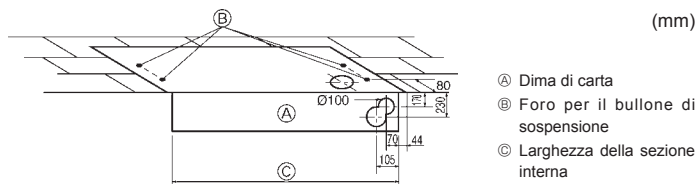

Fig. 3-3
3) Selezione dei bulloni di sospensione e delle posizioni della tubazione (Fig. 3-3)